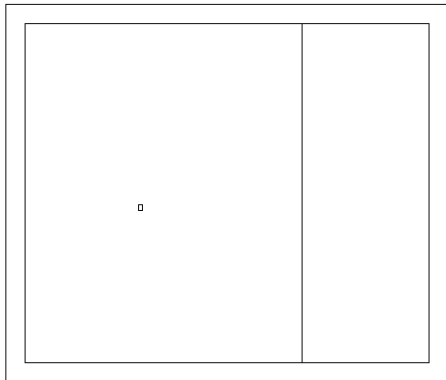

Рис. 2.15 ▼ Построение первой линии контура технологического паза
3. Выберите внутреннюю вертикальную линию правой стенки тумбы, а затем произвольную точку, находящуюся левее этой линии. Линия сместится влево на 135 единиц, образуя правую границу контура технологического паза (рис. 2.15).